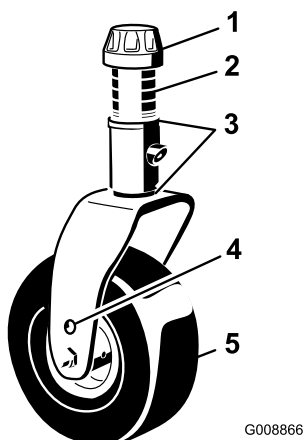

Figure 23
3. Enlevez le chapeau de tension de l'axe de pivot (Figure 23) et sortez l'axe du bras de pivot. Remplacez les 2 cales (3 mm) sur l'axe de pivot comme à l'origine. Insérez le nombre correct d'entretoises de 13 mm sur l'axe pour obtenir la hauteur de coupe voulue.
4. Poussez l'axe de pivot dans le bras pivotant avant. Installez les cales (comme à l'origine) et les entretoises restantes sur l'axe de pivot. Fixez l'ensemble avec le chapeau de tension (Figure 23).